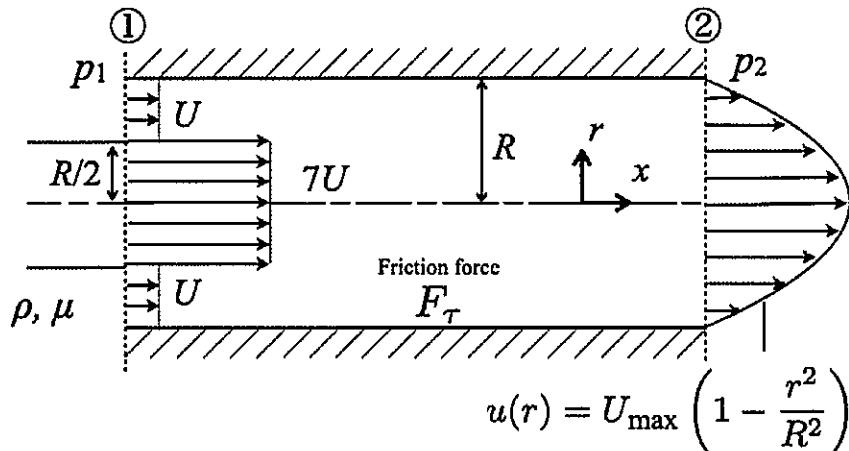

図3
- 断面①、②間の流体が管壁から受ける摩擦力 F_τ を ρ 、 R 、 U 、 π 、 p_1 、 p_2 を用いて表せ。ただし、主流方向 (x 方向、図3参照) を正とし、符号に注意して解答せよ。